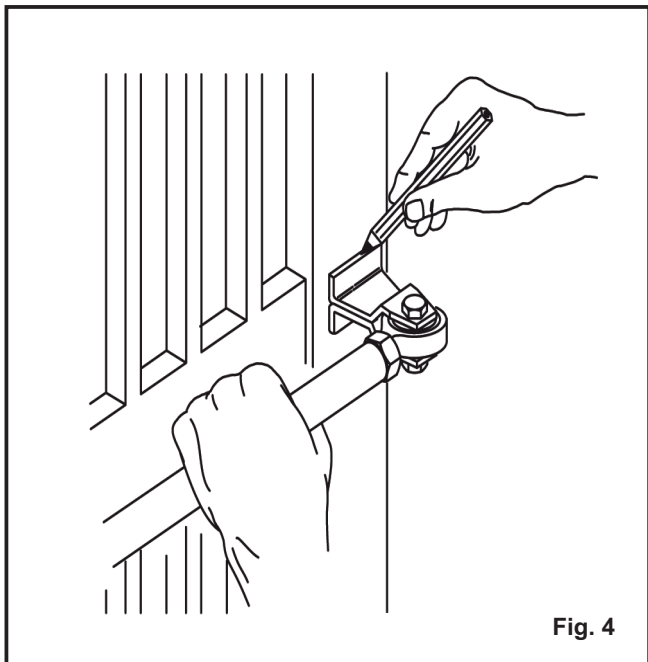

Fig. 4
G) Monte el empalme anterior en el vástago (fig. 4).
H) Cierre la hoja de la cancela y, manteniendo el operador perfectamente horizontal, halle en la hoja la posición del empalme anterior (fig. 4).